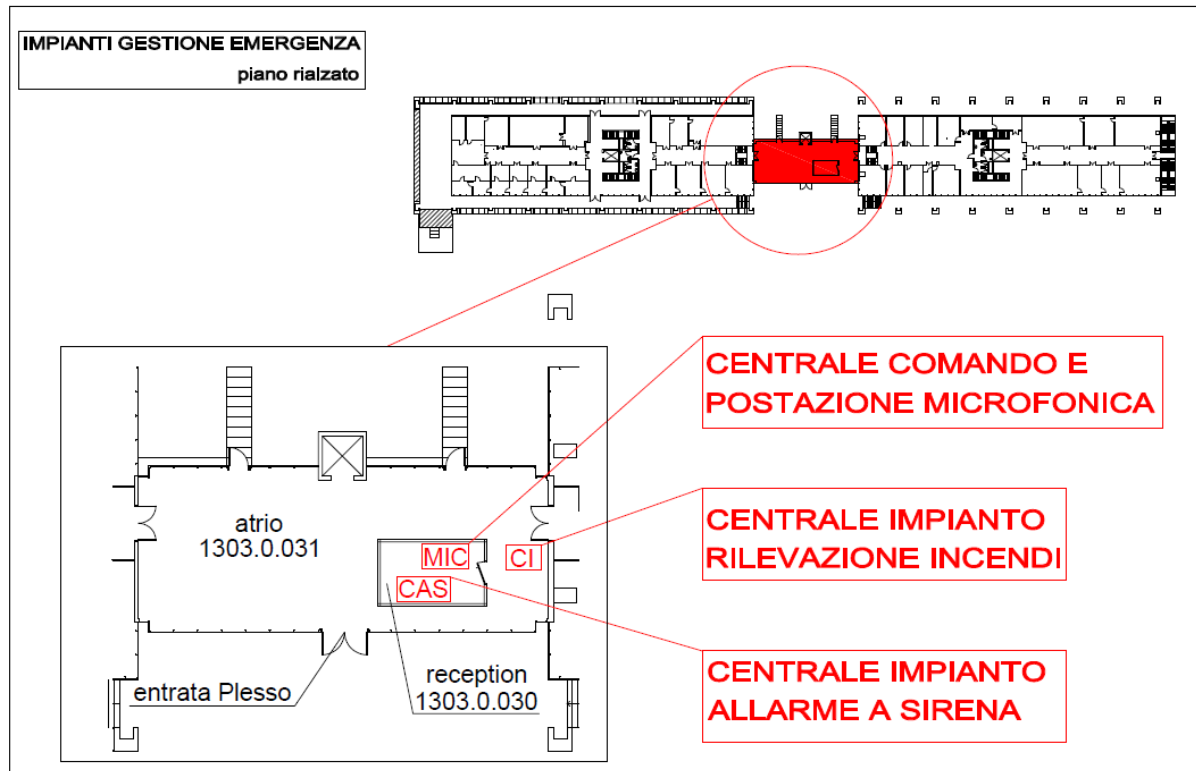

Figura 1. Impianti gestione emergenze
L'impianto di rivelazione automatica d'incendio è costituito da una centrale di comando posta nell'atrio del Plesso (locale 1303.0.031, vedi p.to 3.3 – Figura 1), da rilevatori automatici di fumo, da pulsanti manuali identificati con la scritta "FIRE" e da un segnalatore acustico (campana) posto in adiacenza alla centrale di comando. L'impianto è convogliato in automatico con l'Istituto di Vigilanza in servizio 24/24 h.
L'impianto di allarme a sirena con attivazione manuale è costituito da una centrale di comando posta all'interno della reception (locale 1303.0.030, vedi p.to 3.3 – Figura 1), da pulsanti manuali identificati con la scritta "IN CASO D'INCENDIO ROMPERE IL VETRO" e da segnalatori acustici (sirene) dislocati lungo i corridoi e i vani scala del Plesso.
L'impianto di diffusione sonora dei messaggi di evacuazione è costituito da una centrale corredata da una postazione microfonica posti all'interno della reception (locale 1303.0.030, vedi p.to 3.3 – Figura 1) e da altoparlanti dislocati lungo i corridoi e i vani scala del Plesso.
1. ai Vigili del Fuoco (115)
- Valuta autonomamente l'opportunità di avviare il segnale di EVACUAZIONE della struttura mediante la postazione microfónica posta nella reception e l'impianto di allarme a sirena generale (vedi p.to 3.3 – Figura 1);
- effettua la chiamata ai **Vigili del Fuoco (115)** e se necessario **dell'autoambulanza (118)**;
- **ordina l'evacuazione dell'edificio (messaggio vocale) mediante la postazione microfonica posta nella reception leggendo il messaggio per 3 volte; successivamente attiva l'impianto di allarme a sirene generale azionando uno dei pulsanti identificati dalla scritta "IN CASO D'INCENDIO ROMPERE IL VETRO" (vedi p.to 3.3 – Figura 1);**